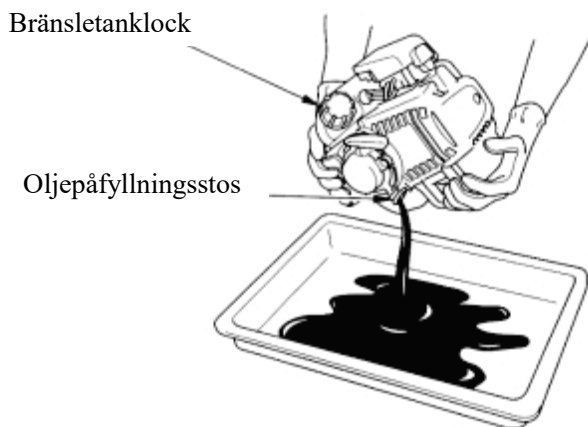

Fig. 11
c. Demontera oljemätstickan, luta motorn mot oljepåfyllningsstosen och töm ut motoroljan i behållaren som visat i fig. 11.